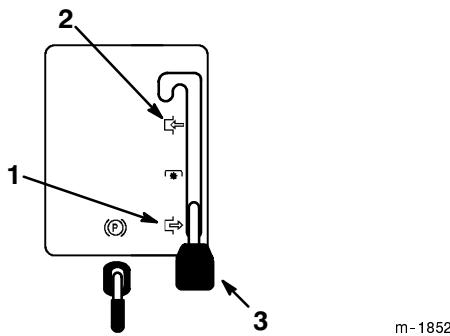

Figure 8
- Mettez la commande des lames (PdF) en position débrayée (Fig. 8).